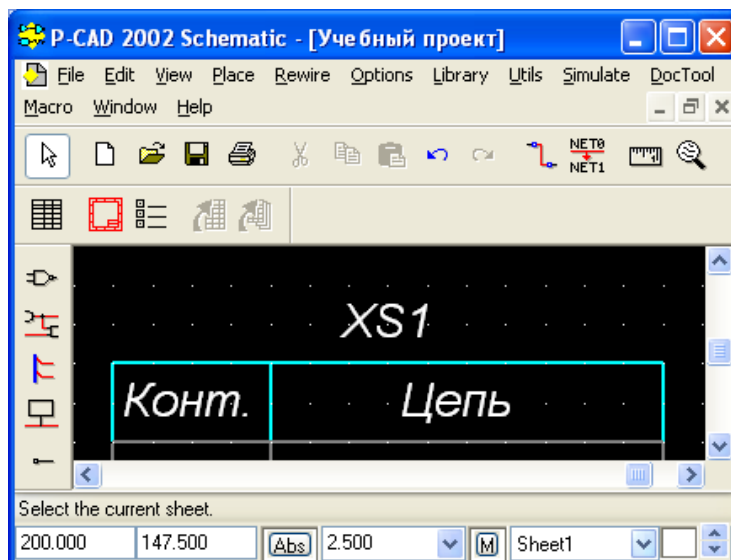

Рисунок 5.15 - Формирование заголовка таблицы внешних соединений
- Щелкнуть последовательно ЛК в точках с координатами (160; 147,5), (165; 152,5), (200; 152,5) и (200; 147,5), после чего нажать ПК. Для проведения вертикальной разделительной линии щелкнуть последовательно ЛК в точках с координатами (175; 147,5), (175; 152,5), затем нажать ПК (рис. 5.15).
- Аналогично разместить тексты заголовков граф таблицы «Конт.» и «Цепь» в точках (170; 150) и (187,5; 150) соответственно (см. рис. 5.15).